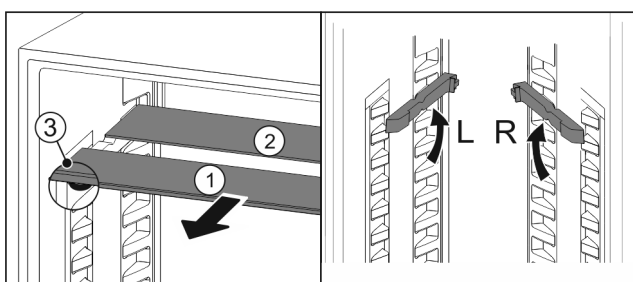

Fig. 57
- ▶ Steklene plošče posamično izvlecite Fig. 57 (1) naprej.
- ▷ Steklена plošča Fig. 57 (1) z okrasno letvijo je spredaj.
- ▷ Zaustavljalniki Fig. 57 (3) so obrnjeni navzdol.